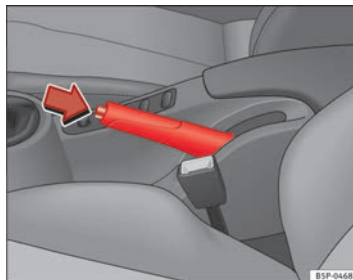

Fig. 147 Frein à main entre les sièges avant $\rightarrow$
⇒ fig. 147.
- Soulevez légèrement le levier du frein à main, appuyez sur le bouton de déblocage dans le sens de la flèche ⇒ fig. 147 et abaissez le levier au maximum ⇒ .